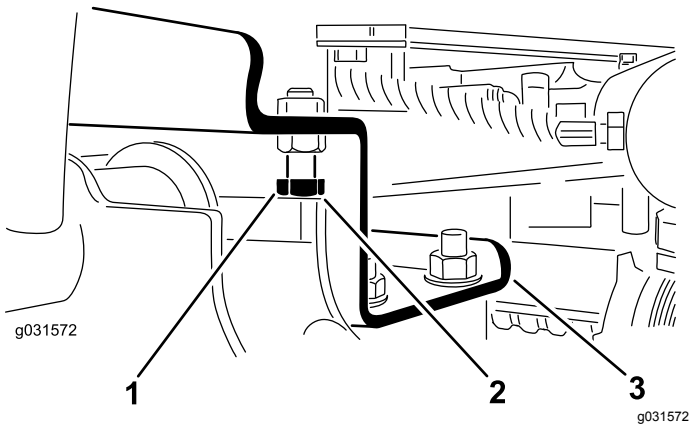

図 14
A. ストップボルトを戻す 図 14。
2. 各昇降アームとストップボルトとの隙間が、図 14 のように 0.13-1.02 mm の間にあるかどうか点検する。